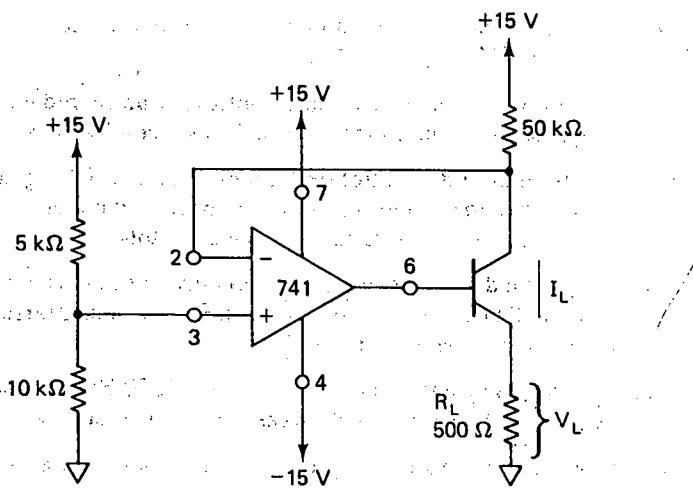

FIGURA P5-7
- 5-7.** Para la fuente de corriente constante que aparece en la figura P5-7: (a) trace la flecha del emisor y señale si el transistor es *npn* o *pnp*; (b) obtenga I_L ; (c) encuentre V_L .